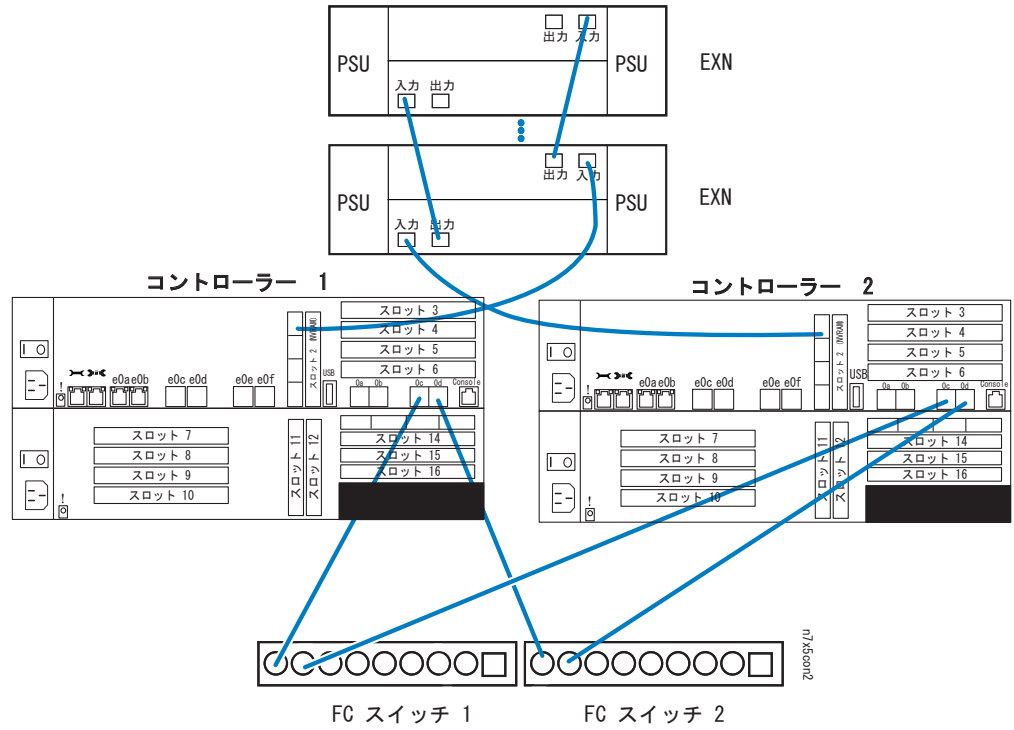

図 8. N7x50T シリーズ・システム拡張アダプターからストレージ拡張ユニットへのケーブル接続
3. 19 ページの図 8 に示されているように、コントローラー・モジュール 1 の FC 拡張アダプターのポート a を、最初のストレージ拡張ユニットのチャンネル A の ESH4 または AT-FCX 入力ポートに配線します。
4. 19 ページの図 8 に示されているように、コントローラー・モジュール 2 の FC 拡張アダプターのポート a を、最初のストレージ拡張ユニットのチャンネル B の ESH4 または AT-FCX 入力ポートに配線します。
5. 19 ページの図 8 に示されているように、最初のストレージ拡張ユニットのチャンネル A の ESH4 または AT-FCX 出力ポートを、次のストレージ拡張ユニットのチャンネル A の ESH4 または AT-FCX 入力ポートに配線します。このケーブルに単色のラベルを付けます。
6. 19 ページの図 8 に示されているように、最初のストレージ拡張ユニットのチャンネル B の ESH4 または AT-FCX 出力ポートを、次のストレージ拡張ユニットのチャンネル B の ESH4 または AT-FCX 入力ポートに配線します。このケーブルに単色のラベルを付けます。